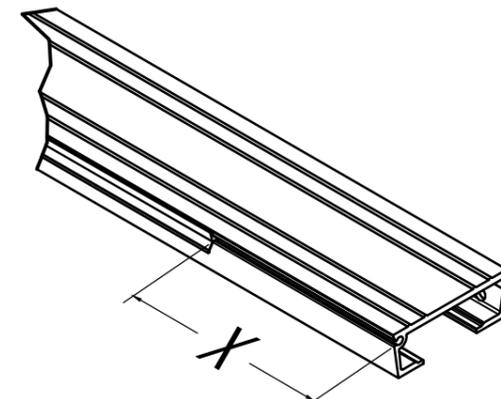

FIGURE 24 : DISTANCE D'ÉTIREMENT DU JOINT
- TIREZ LE JOINT SUR LA DISTANCE ADÉQUATE (X, FIGURE 24) À PARTIR D'UNE EXTRÉMITÉ DE LA LATTE ET COUPEZ L'AUTRE EXTRÉMITÉ AU RAS DE LA LATTE. LA DIMENSION 'X' (FIGURE 24) VARIERA EN FONCTION DE LA LONGUEUR DE LA LATTE ET DU TYPE DE JOINT UTILISÉ.